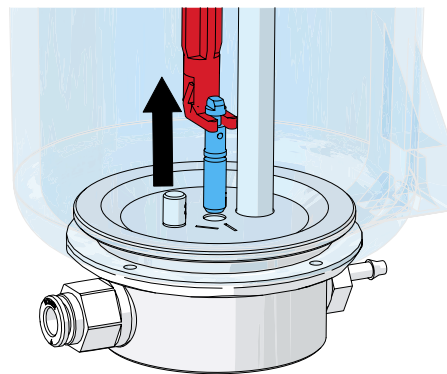

Fig. 11
- ⇒ Saisir la buse de dosage avec l'outil et la retirer en tirant vers le haut (Fig. 11).